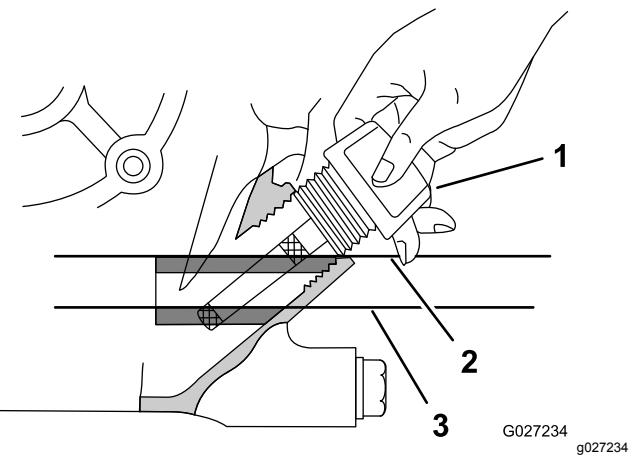

図 16
- 図 16 のようにディップスティックをエンジンに差し込む。